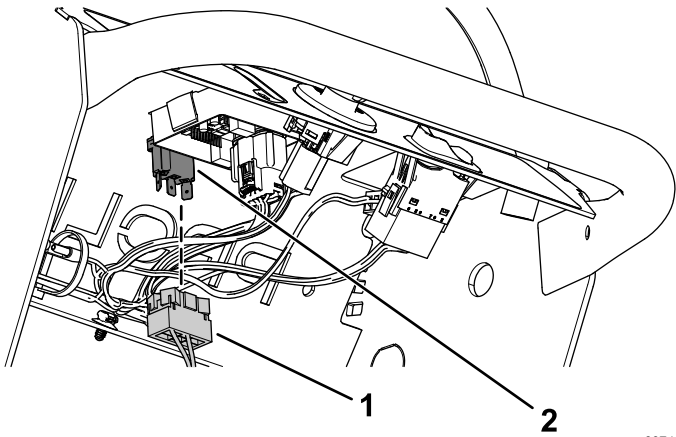

Figura 6
5. Enchufe el conector en el conector del interruptor basculante (Figura 6).